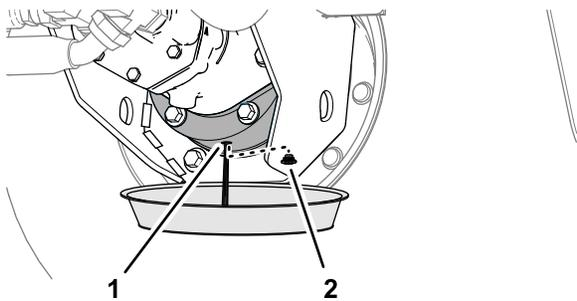

Figura 87
6. Coloque um recipiente de escoamento debaixo da caixa do travão, retire o tampão de escoamento e deixe o lubrificante drenar completamente (Figura 87).